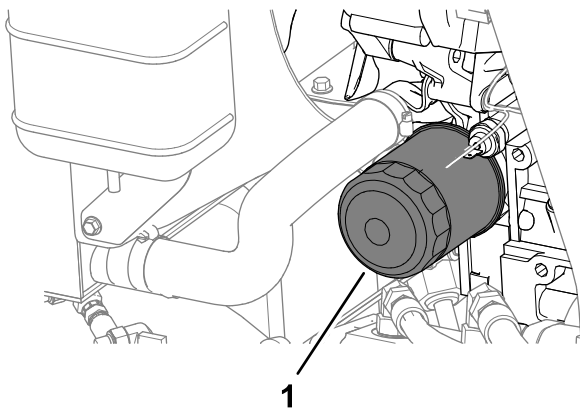

Bild 71
4. Entfernen Sie den Ölfilter (Bild 71).